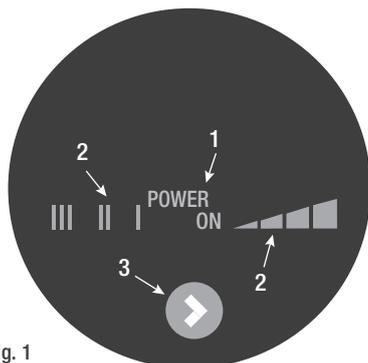

Fig. 1
Il circolatore ha sette impostazioni che possono essere selezionate premendo il pulsante 3 indicato nella fig. 1.
Ad ogni pressione del pulsante (fig. 1 - pos. 3), l'impostazione del circolatore varia.